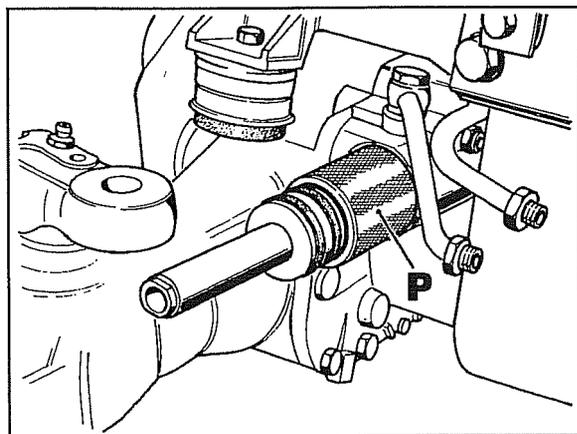

Fig. 74
- Para el reensamblado del pistón en el cilindro es necesario usar el centrador **P** fig. 74 el cual, teniendo una sede interna cónica, facilita la introducción de los anillos de sellado en el cilindro sin dañarlos.